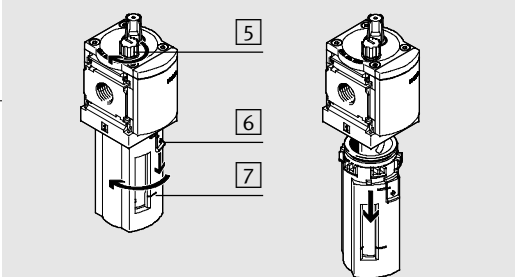

Рис. 3
Если уровень масла упал ниже отметки [7] (→ Рис. 3), необходимо осуществить долив масла.
- Полностью отвинтите вентиляционный винт [5] (→ Рис. 3) около смотрового колпачка. Вентиляционный винт позволяет осуществлять долив масла, когда линия находится под давлением.